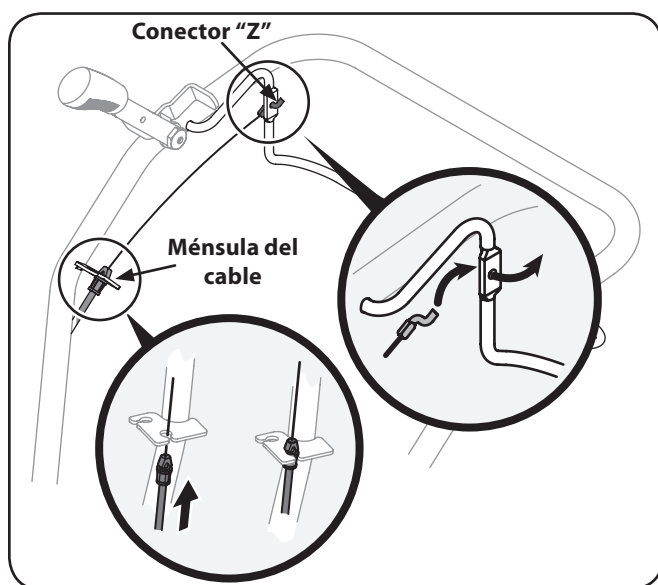

Figura 3-6
- Desenrolle cuidadosamente el cable del embrague de marcha directa de la posición de embarque. Tire del cable a través del orificio inferior de la ménsula y empuje el conector del cable hacia arriba a través del orificio hasta que la ranura del conector calce en su lugar. Vea la Figura 3-6.
- Coloque el conector Z dentro del orificio en el enganche del embrague de marcha directa desde la parte exterior del enganche hacia el interior. Vea la Figura 3-6.